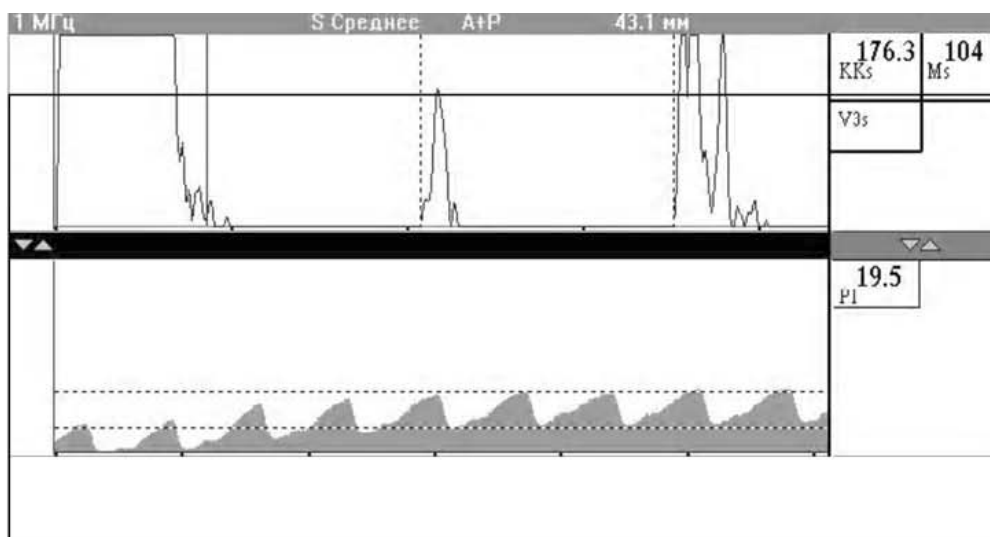

Рис. 6.10. Окно пульсограммы в режиме А+Р с установленными маркерами
4. Установите его аналогично на нижней границе пульсограммы. После расстановки маркеров в ячейке появится значение параметра **PI**. На рис. 6.10 приведено окно пульсограммы с установленными маркерами.